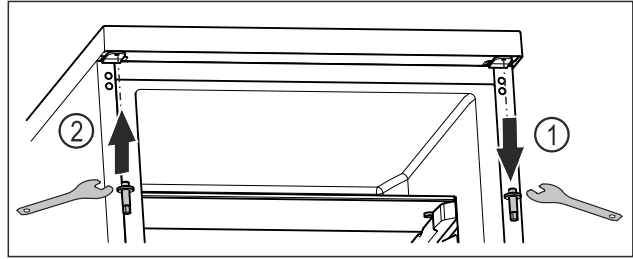

Fig. 18
- Kierrä ylemmät pultit ulos ulokuusioavaimella. Fig. 18 (1)
- Kierrä pultit ulokuusioavaimella kiinni vastapäiselle puolelle. Fig. 18 (2)